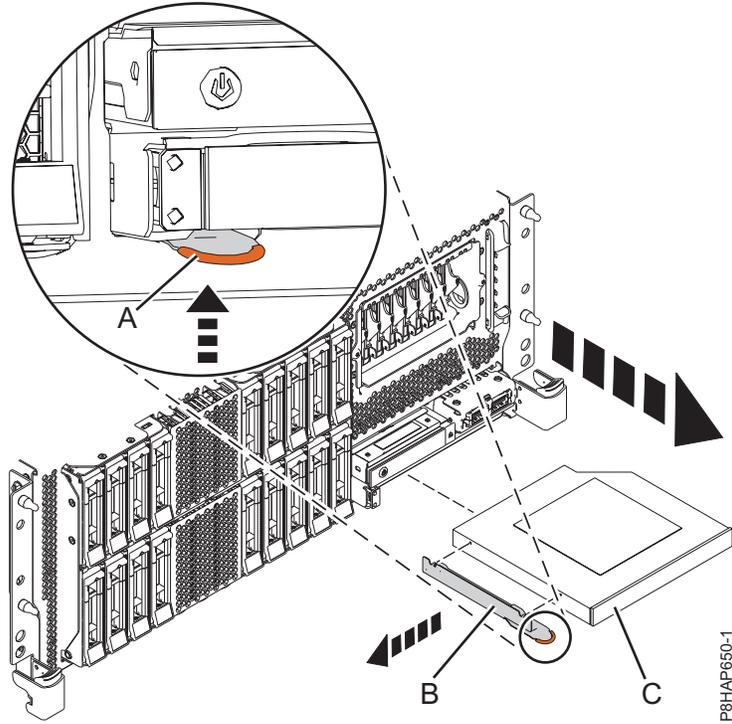
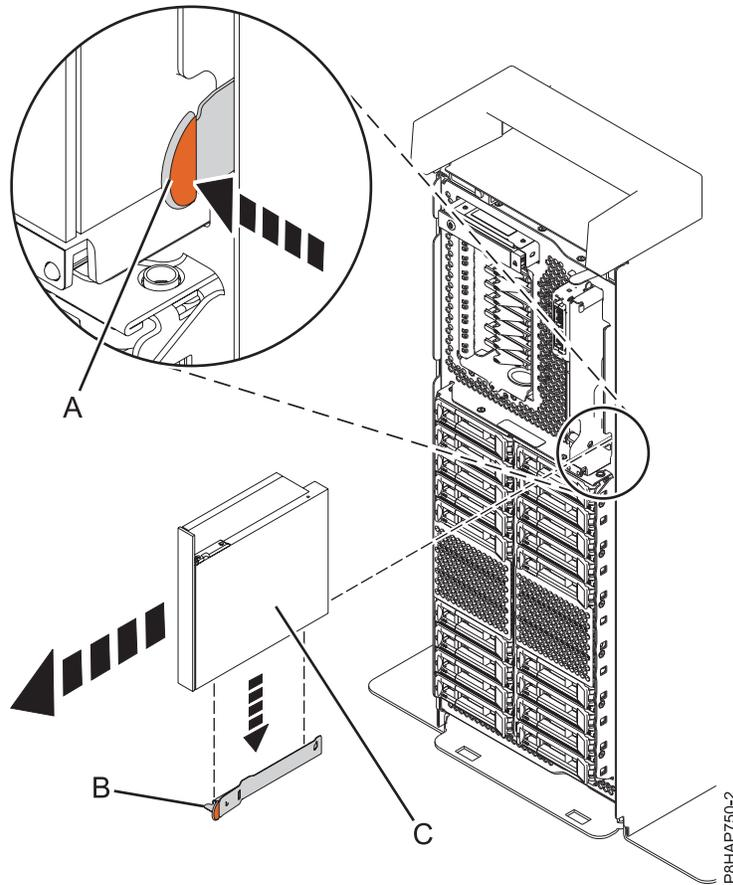

Figura 54. Extracción de un dispositivo de soporte extraplano de un sistema 8247-42L, 8286-41A o 8286-42A montado en bastidor
Figura 55. Extracción del dispositivo de soporte extraplano de un sistema autónomo
3. Tire del dispositivo de soporte extraplano de (C) para extraerlo del sistema, en la dirección que se muestra en la Figura 53 en la página 64, la Figura 54 en la página 65 o la Figura 55.
4. Si va a extraer el dispositivo de soporte extraplano como parte de otro procedimiento de servicio, no extraiga la abrazadera de retención (B) del dispositivo de soporte extraplano.
5. Si está extrayendo el dispositivo de soporte extraplano anómalo y sustituyéndolo por un nuevo dispositivo de soporte extraplano, debe extraer la abrazadera de retención (B) para utilizarla con el nuevo dispositivo de soporte. Extraiga la abrazadera de retención sujetándola por el punto de contacto de color terracota y tirando hacia fuera del dispositivo de soporte como se muestra en la Figura 53 en la página 64, la Figura 54 en la página 65 o la Figura 55.
6. Guarde la abrazadera de retención (B) en un lugar seguro.